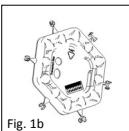

Fig. 1b
■ Fig. 1b/6 Le sagome riportate sul retro del disco sizer (Fig. 1b) mostrano la misura minima dell'innesto in grado di rivestire la membrana timpanica (Fig. 6).